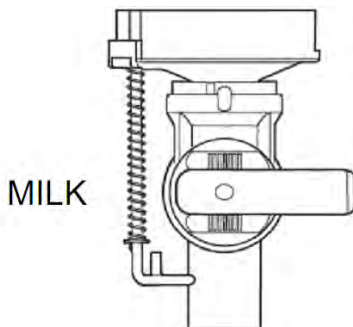

Рисунок 4.9 – Подготовка счетчика к следующей дойке
7. Заранее готовьте счётчик к следующей дойке, всегда возвращая клапан в положение MILK (рис. 4.9).